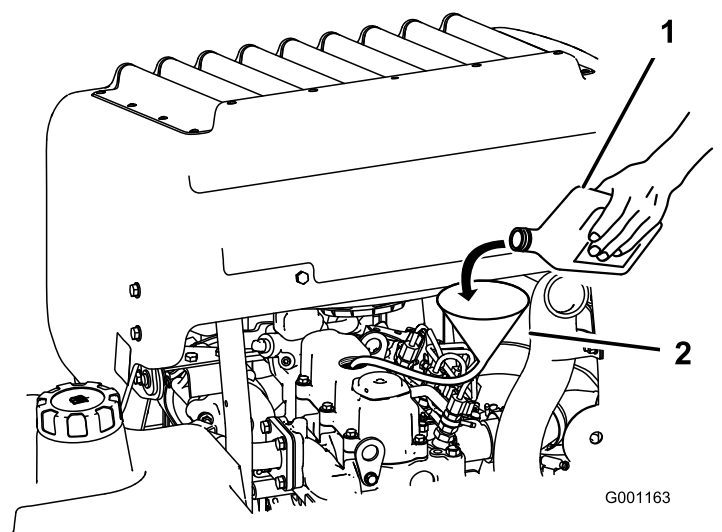

Figura 65
3. Utilizzate un tubo flessibile e un imbuto per aggiungere olio al motore (Figura 65).